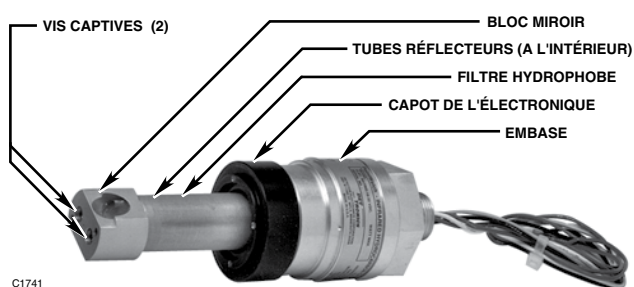

Figure 12—Module IR et Embase
2. Dévisser et retirer le capot du module électronique (voir Figure 12) en le faisant tourner dans le sens contraire de celui des aiguilles d'une montre avec l'Outil de Démontage du Couvrete (P/N 009170-001). Appliquer un couple au couvercle fileté uniquement. Ne pas utiliser d'outil inadapté tel qu'une paire de pince ou un étau. Ne pas tordre ou forcer le bloc miroir.
2. Visser le capot de l'électronique dans le sens des aiguilles d'une montre sur l'embase comme représenté en Figure 12.